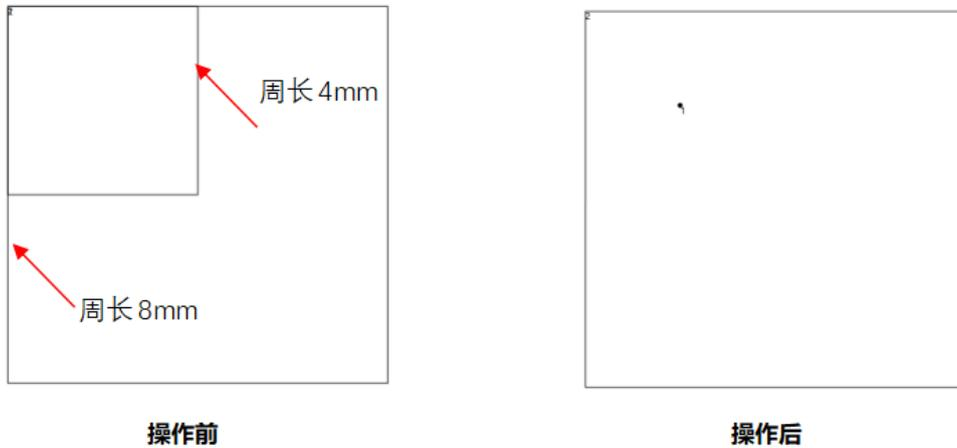

图 5.9.2 闭合转点操作示意
③点击确认按键后，画布中小于设定值的闭合图形会被转成点。操作示意如下图 5.9.2 所示。